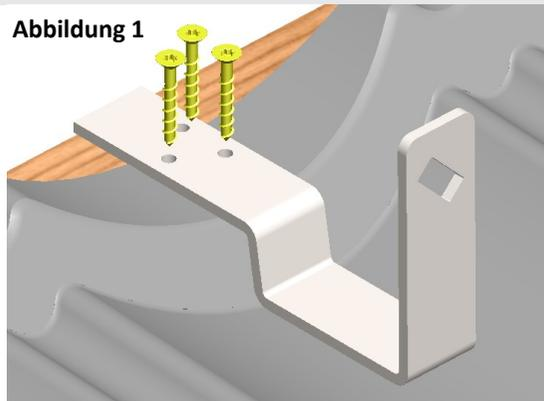

Abbildung 1
- Einhängung des Solarhalters demontieren und mit drei Spanplattenschrauben $\varnothing 4,5 \times 30$ mm in die Traglattung verschrauben. (Abbildung 1)